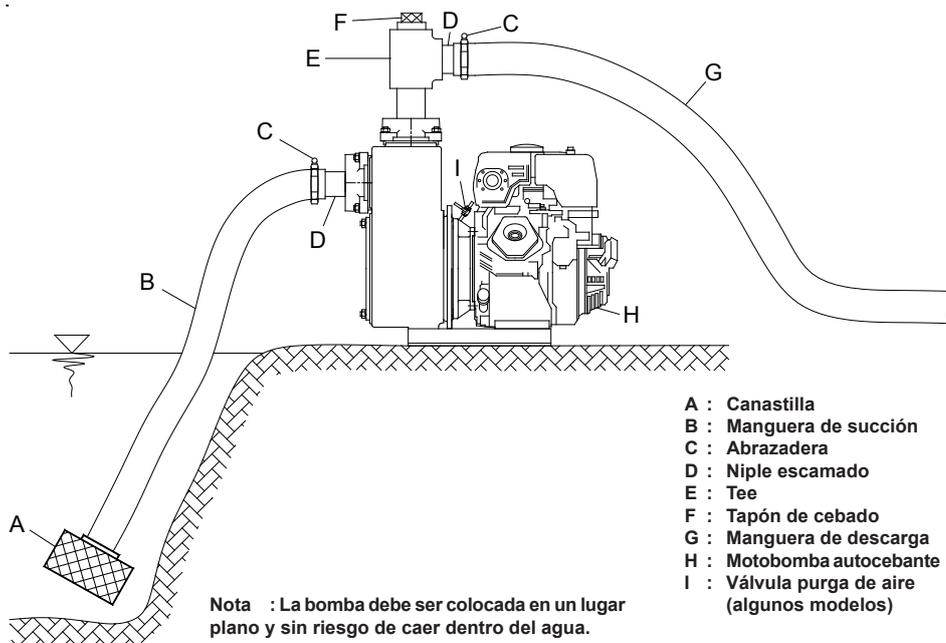

Figura 2. Esquema de Instalación con mangueras.
- En los equipos que cuenten con válvula de purga de aire (Pos. I en Figura 2), se debe abrir esta válvula antes de iniciar el cebado para impedir que burbujas de aire queden atrapadas en la cámara de sellado. Una vez finalizado el cebado, cerrar la válvula.